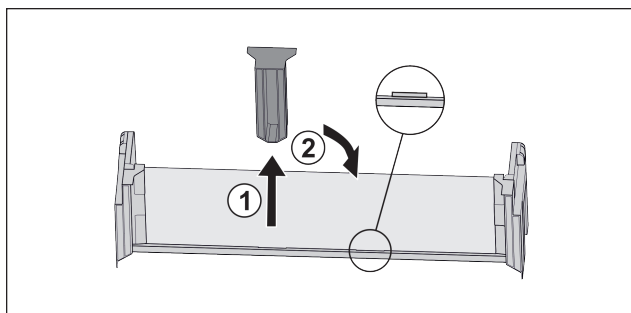

Fig. 92
- ▶ Stáhněte prostřední přídržný díl Fig. 92 (1).
- ▶ Vložte prostřední přídržný díl do druhé polohy Fig. 92 (2).